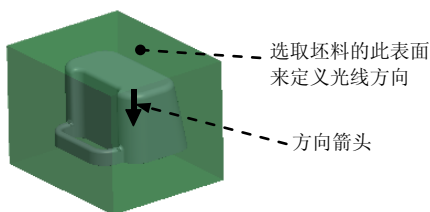

图 4.5 选取平面
Step2. 在“轮廓曲线”对话框中激活  后的文本框，然后选取图 4.5 所示的坯料表面，单击  按钮调整方向至图 4.5 所示。